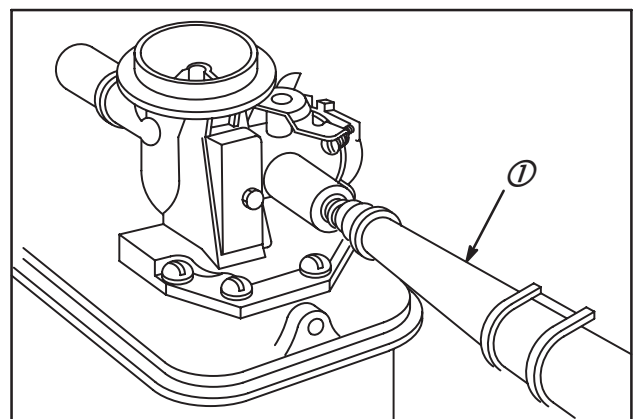

Fig. 50
5. Un tube de jauge à huile Réf. : 280131 (1) permet de placer à fond le siège, Fig. 50.